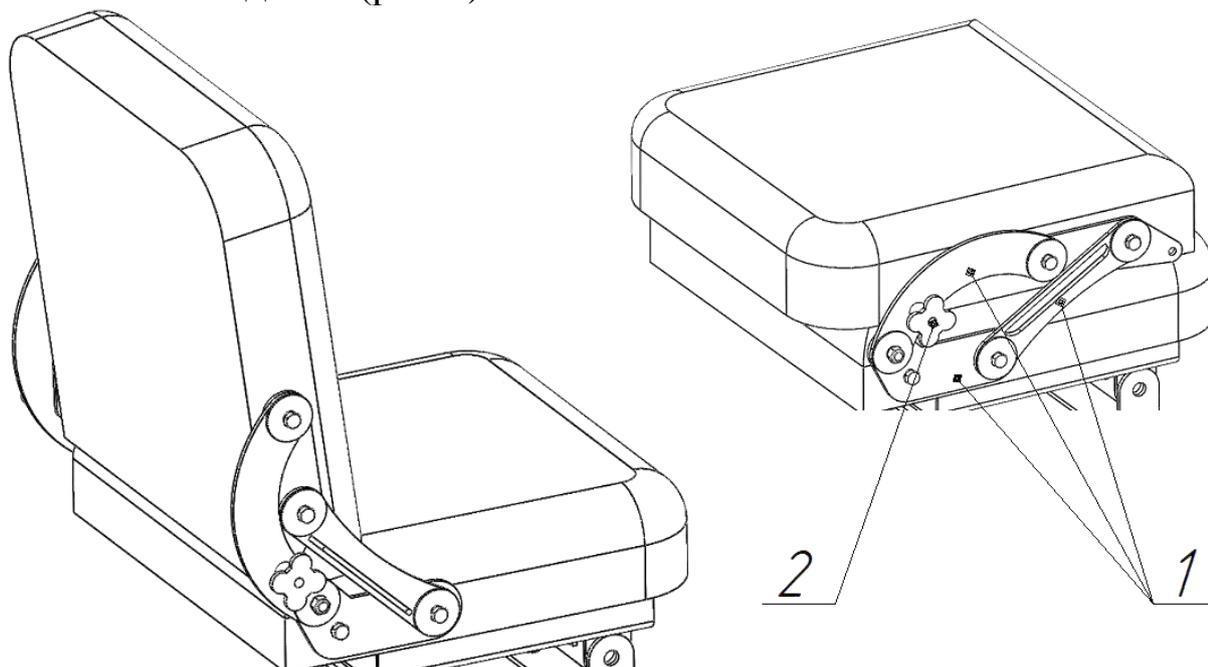

рис.4.
#### 1.4.3. Сиденье (рис.4).
- снимите штатное сиденье и установите на его место сиденье из комплекта оборудования (рис.4).